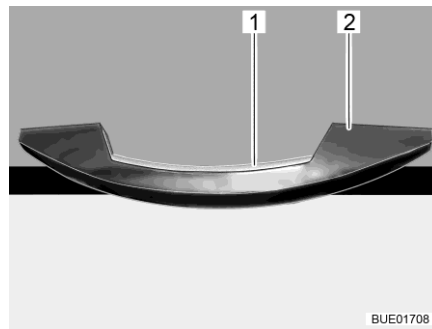

Fig. 67 Tirador con listón de desbloqueo (ejemplo)
- Pulsar y mantener pulsado el listón de desbloqueo (Fig. 67,1).
- Tirar del tirador (Fig. 67,2) hasta que la trampilla de mueble esté abierta.